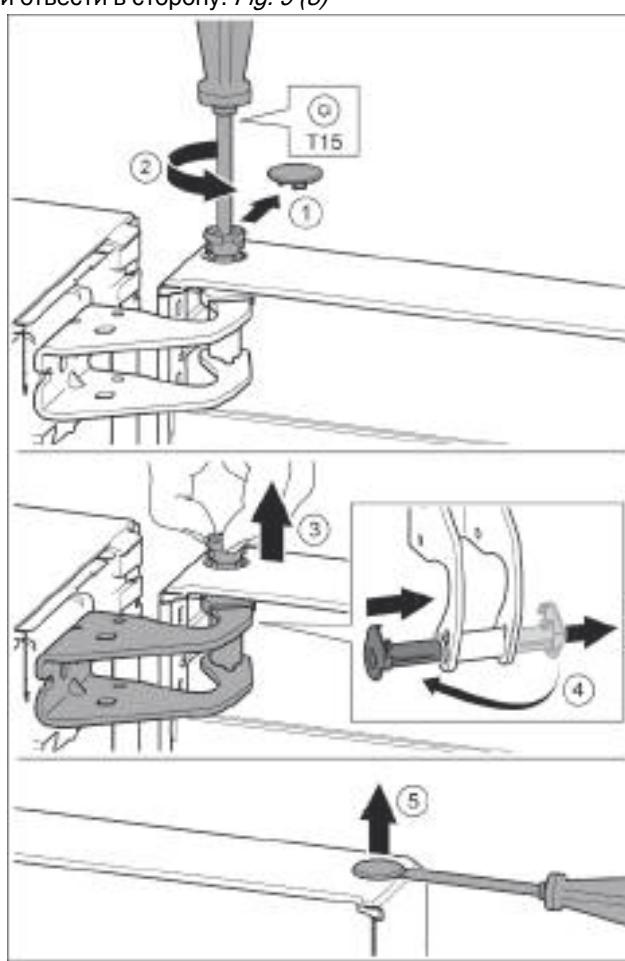

Fig. 10
- Осторожно снять предохранительную крышку. *Fig. 10 (1)*
- Немного выкрутить палец отверткой T15. *Fig. 10 (2)*
- Удерживать дверь и вытянуть палец рукой. *Fig. 10 (3)*
- Опорную втулку вывести из направляющей. Установить и зафиксировать с другой стороны. *Fig. 10 (4)*
- Осторожно приподнять шлицевой отверткой заглушку из опорной втулки двери и вынуть. *Fig. 10 (5)*